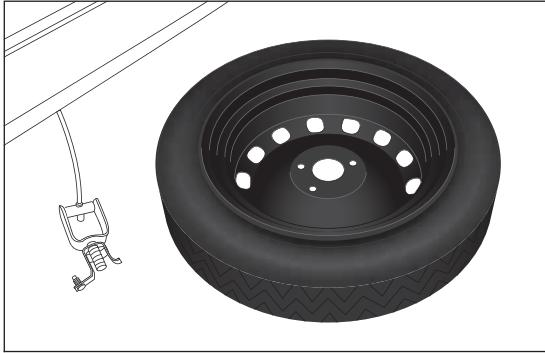

fig. 32
- prelevare quindi il ruotino di scorta fig. 32;